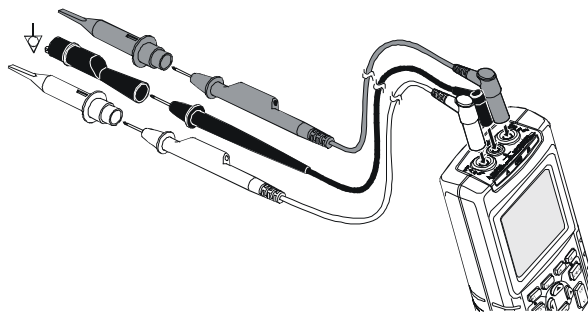

图 3-3. 用未铠装的地线导线接地
- 请使用 **COM** (共用端口) 上黑色的未铠装的地线导线测量欧姆 (Ω)、连通性、二极管和电容。（见图 3-3）